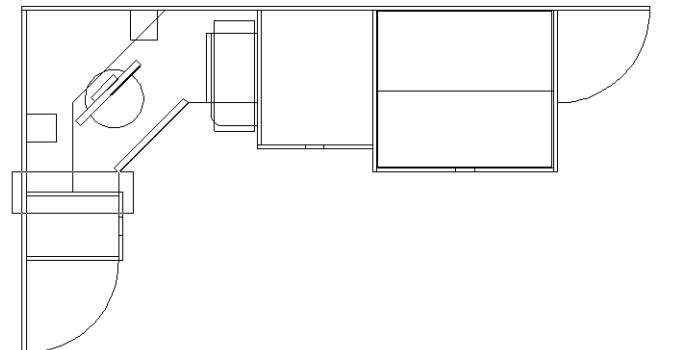

Рис. 5.28 ▶ Увеличение изображения фрагмента чертежа в области малой тумбы
- С помощью инструмента **Окно зумирования** (Zoom Window) охватите рамкой масштабирования фрагмент чертежа, показанный на рис. 5.28.